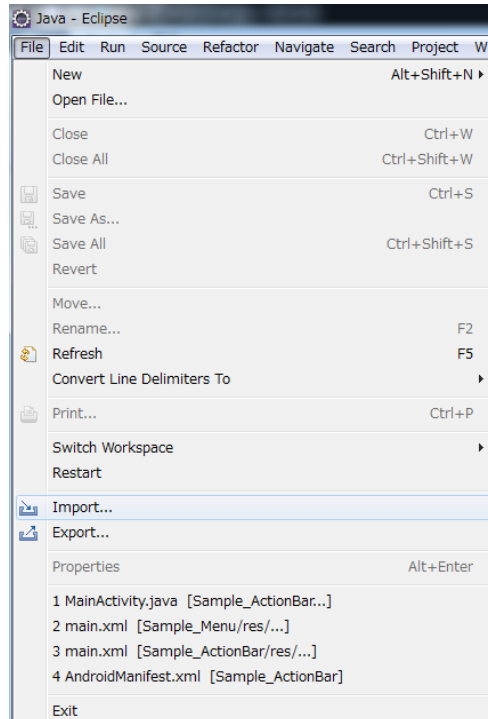

図 5-3
- (a) [File]→[Import]を選択します。(図 5-3)